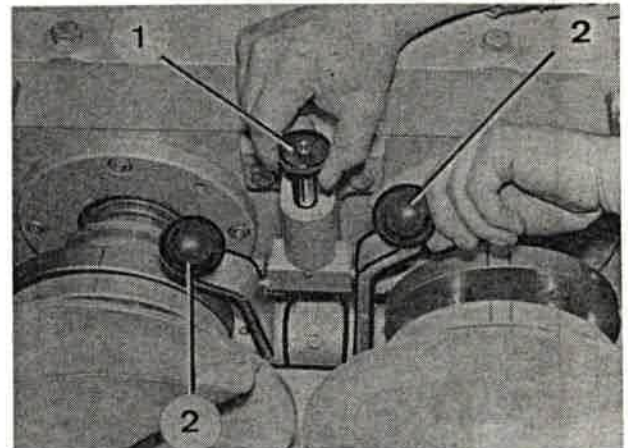

Bild 204
2.7 Indexstift (Bild 204/1) herausziehen und durch Zurücklegen der Hebel (Bild 204/2) Antrieb der Schnecken auskuppeln.